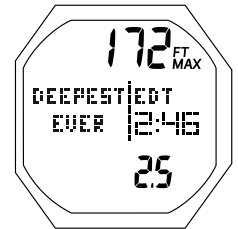

Fig. 128 - ÉCRAN DE DONNÉES FULL HISTORY N°2
**ÉCRAN DE DONNÉES FULL HISTORY N°2** : paramètres affichés (Fig. 128)